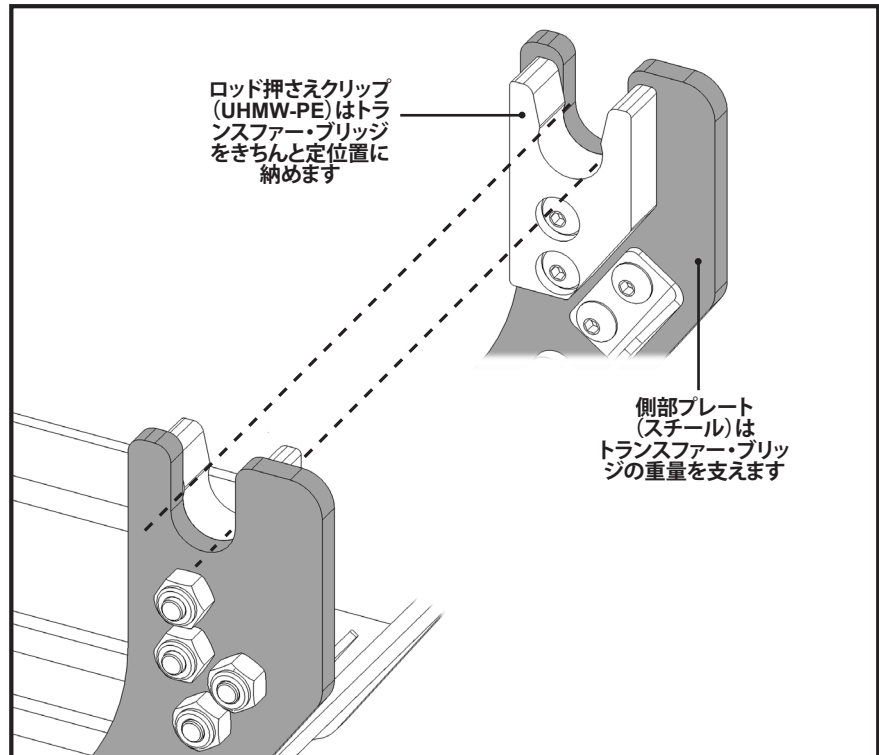

図52: トランスファー・ブリッジの取付 – 挿入ポケット
- トランスファー・ブリッジの支持ロッドが、フレーム組立の挿入ポケットにきちんと取り付けられていることを確認します(図52)。